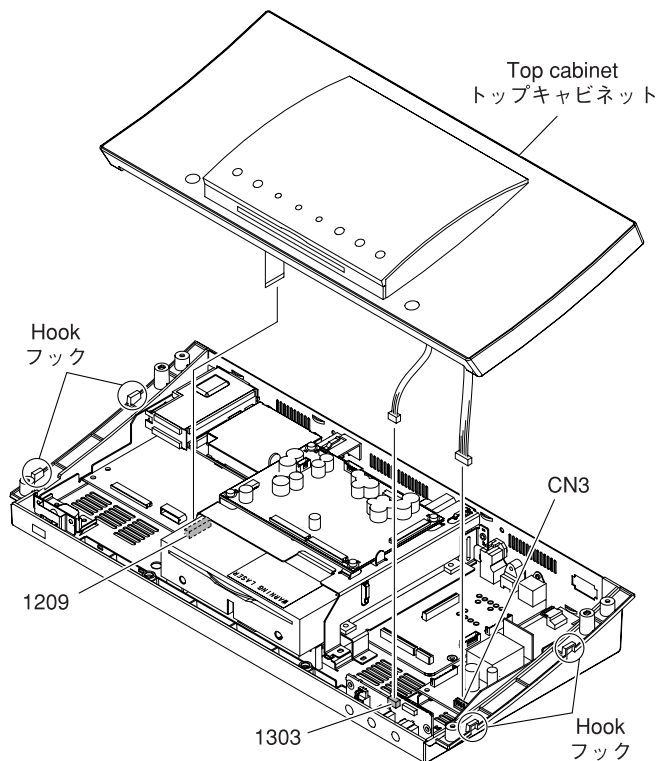

Fig. 2
- Release 4 hooks and then pull out the top cabinet slowly. (Fig. 2)
- Remove 1209, 1303 and CN3. (Fig. 2)
- Remove the top cabinet. (Fig. 2)
- フック 4 箇所を外し、トップキャビネットをゆっくり外します。 (Fig. 2)
- 1209、1303、CN3 を外します。 (Fig. 2)
- トップキャビネットを取り外します。 (Fig. 2)